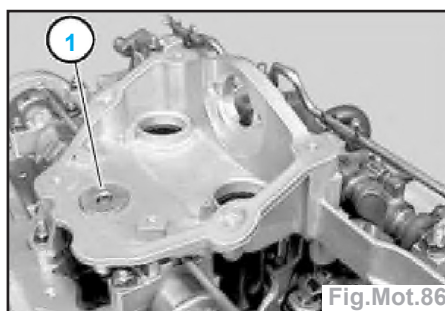

Fig.Mot.86
- Déposer le bouchon fileté (1) (Fig.Mot.86).
- Mettre en place et serrer le bouchon fileté (1) à 45 Nm (Fig.Mot.86).